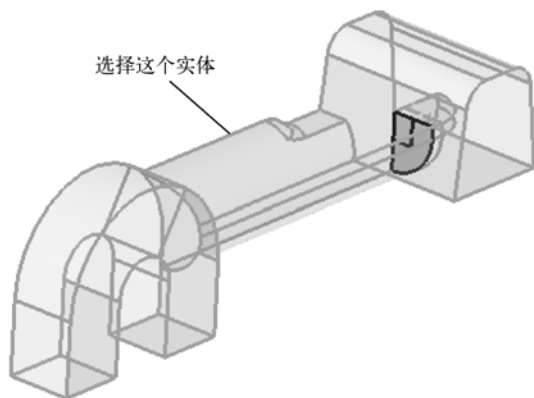
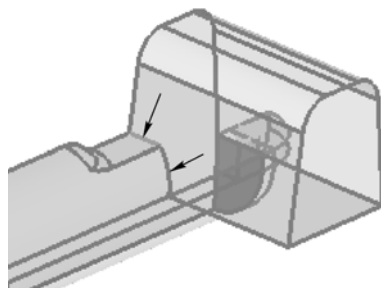

图 3-31 选择实体
图 3-32 选择边线
- (1) 进入 trim with plane/surf 子面板。
- (2) 激活 with plane>solids 选择器，选择图 3-31 中较大的实体。
- (3) 将平面选择器节点设置为 N1、N2、N3。
- (4) 激活 N1，按住鼠标左键不放，移动鼠标到图 3-31 中两边线靠上的一条时，此边线高亮显示，如图 3-32 所示。